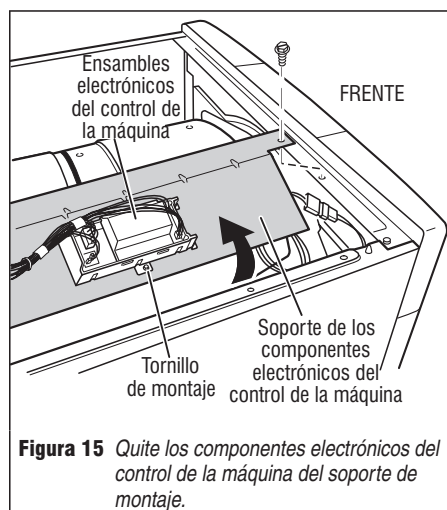

Figura 15 Quite los componentes electrónicos del control de la máquina del soporte de montaje.
2. Deslice el soporte por encima de la parte superior del tambor para acceder a los conectores de los componentes electrónicos del control de la máquina y el tornillo de montaje. Vea la figura 15.
2. Quite el tornillo que sostiene los ensamblajes electrónicos del control de la máquina al soporte de montaje. Vea la figura 15.